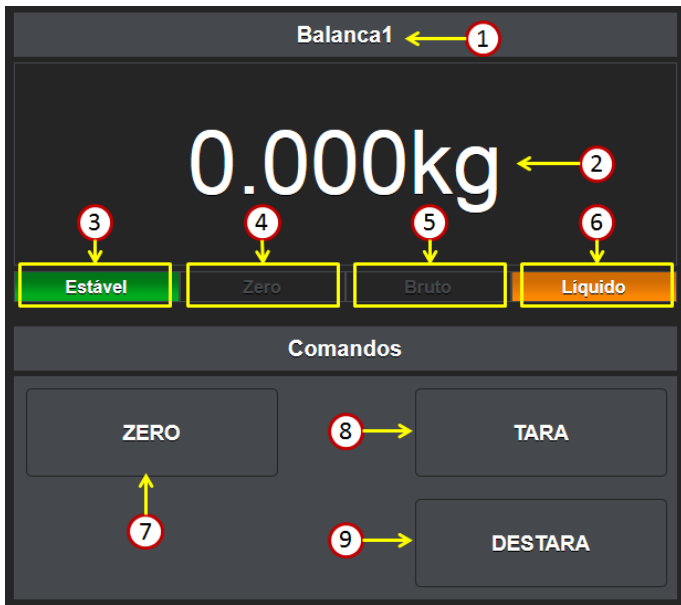
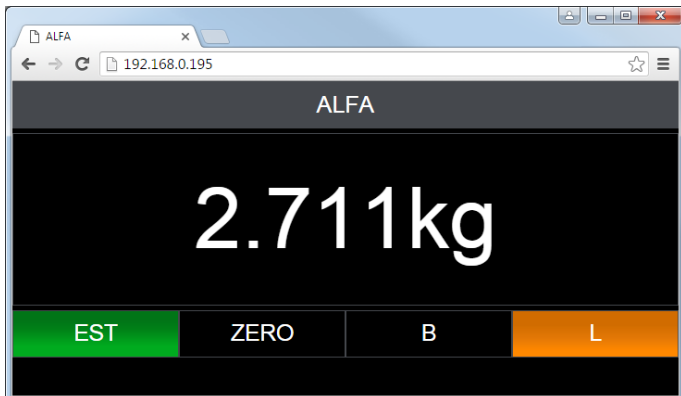

Figura 8 – Detalhamento da tela Indicador de Pesagem
Figura 9 – Exibição do monitor de pesagem em tela cheia.
A **Figura 8** mostra todas as interfaces presentes na tela "Indicador de Pesagem". São elas:
A tela de indicador de pesagem possui ainda a funcionalidade de display de área em tela cheia. Para ativar esta função basta clicar sobre o tagname (① da **Figura 8**). Note que no modo tela cheia não é possível realizar qualquer função de TARA e ZERO via **AlfaWebMonitor**, conforme visível na **Figura 9**. Para retornar ao modo completo, basta clicar sobre o tagname do Transmissor de Pesagem Automática 2711 visível na parte superior da tela.